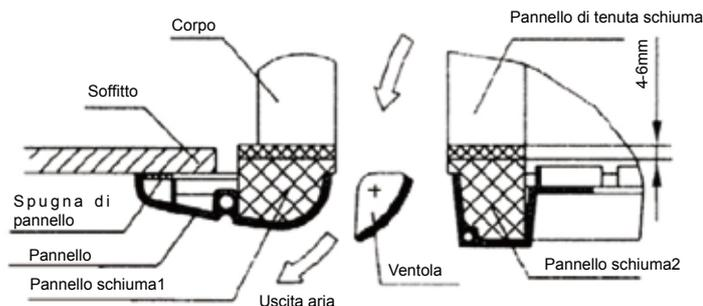

Figura 12
- e. Serrare le viti sotto ai ganci del pannello fino a ridurre lo spessore della spugna tra il corpo e l'uscita del pannello a circa 4~6mm. Il bordo del pannello deve essere a contatto con l'apertura a soffitto. (Fare riferimento alla figura 12).